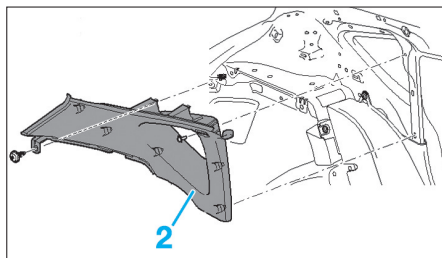

Fig. 73
- les garnitures latérales de passage de roue (2) (Fig.73),